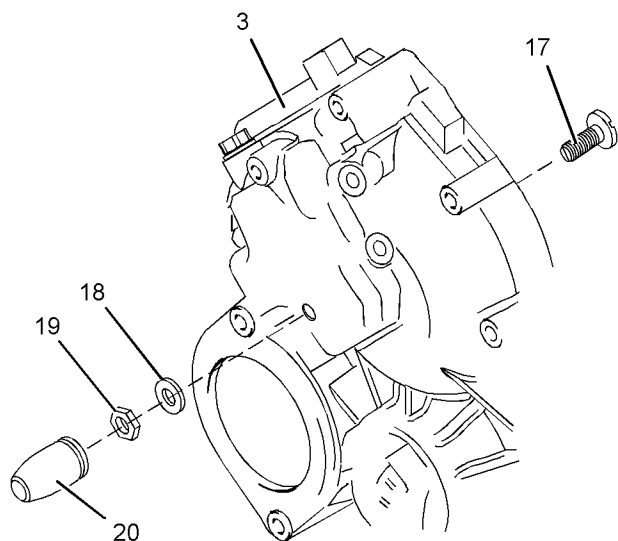

Ilustración 190
- 14. Instale el resorte (4).
- 17. Después de que el tornillo de combustible (17) se ha ajustado, consulte el procedimiento en Operación de sistemas, pruebas y ajustes, “Regulador: ajustar”. Instale una tapa inviolable (20) nueva en la tuerca (19). Consulte la ilustración 190 .